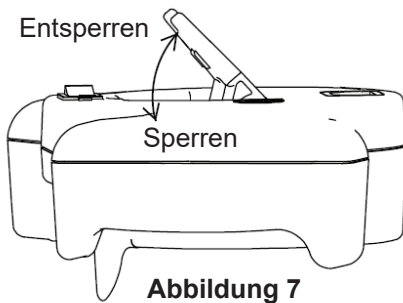

Abbildung 7
2. Stellen Sie den Winkel ein, indem Sie die Kopfindexverriegelung nach oben drehen (Abbildung 7). Bringen Sie den Griff in die gewünschte Position (180 Grad Gesamtdrehung).